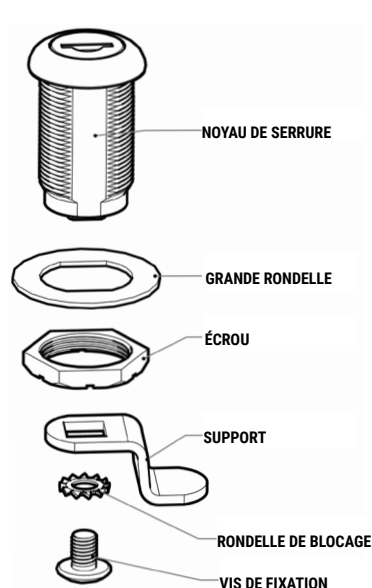

Figure 2 : Vue éclatée du noyau de serrure
- a. **Localisez le noyau de serrure à l'intérieur de votre accessoire.** Utilisez un tournevis cruciforme pour desserrer la vis de retenue à l'extrémité du noyau de serrure. Retirez la vis de fixation, la rondelle de blocage et le support en L (Figure 2). Réutilisez ou recyclez ces pièces conformément aux lois locales.